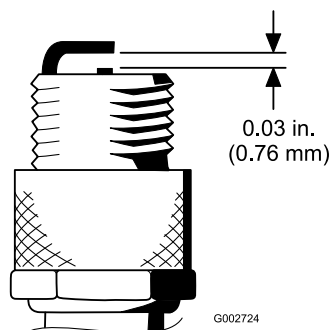

図 29
4. エアギャップを 0.76mm に調整する(図 29)を参照。正しく調整された点火プラグをガスケットシールと共にエンジンに取り付け、 $23 \text{ N} \cdot \text{m} (2.3 \text{ kg} \cdot \text{m} = 200 \text{ in} \cdot \text{lb})$  にトルク締めする。トルクレンチがない場合は十分に締め付ける。